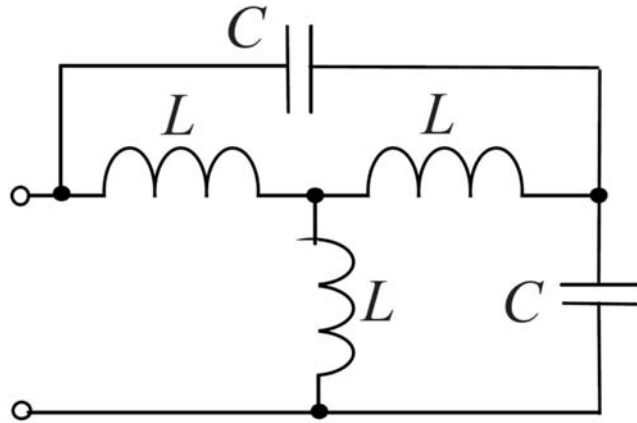

Рис. 27
3.7 Определить резонансные частоты, если все три индуктивности равны между собой и обе емкости одинаковы для схемы на рис. 27. Построить частотную характеристику входного сопротивления цепи.